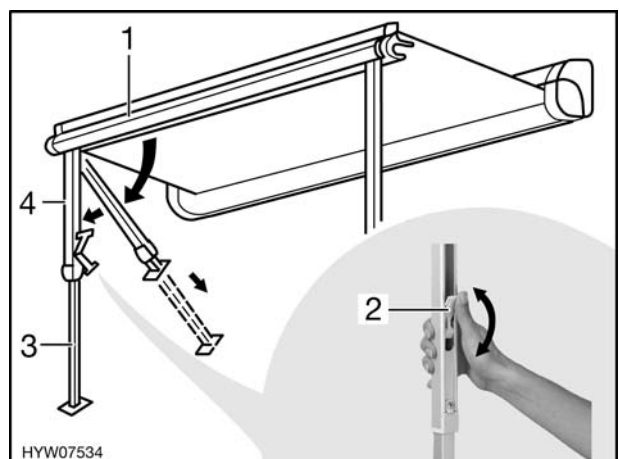

Fig. 40 Installazione dei montanti di supporto
- Estrarre i montanti di supporto (Fig. 40,4) dal listello anteriore (Fig. 40,1) ribaltandoli e montarli.
- Aprire il bloccaggio sui montanti di supporto. A tal fine ripiegare la leva di serraggio (Fig. 40,2) verso l'alto.
- Estrarre la parte inferiore dei montanti di supporto (Fig. 40,3) fino alla lunghezza desiderata.